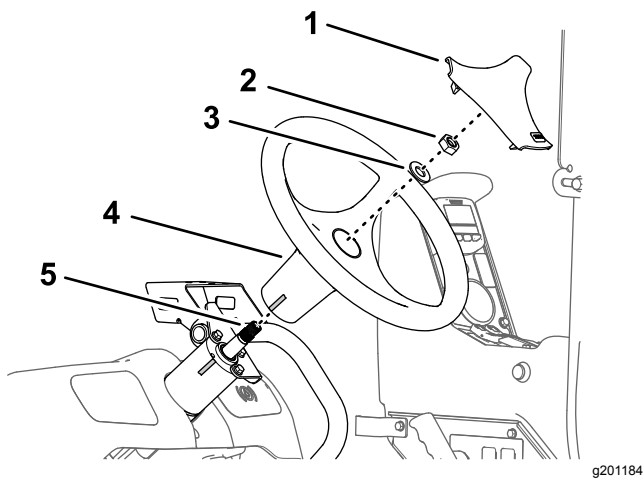

Figura 162
1. Allineate il segno del nastro adesivo sul volante al segno del nastro adesivo sull'alloggiamento della valvola di sterzo (Figura 162).
- Montate il volante sull'albero della valvola di sterzo (**Figura 162**) con la rondella ($\frac{5}{8}$ " e il dado ($\frac{5}{8}$ " rimossi al passaggio 3 di Rimozione del volante \(pagina 76\).